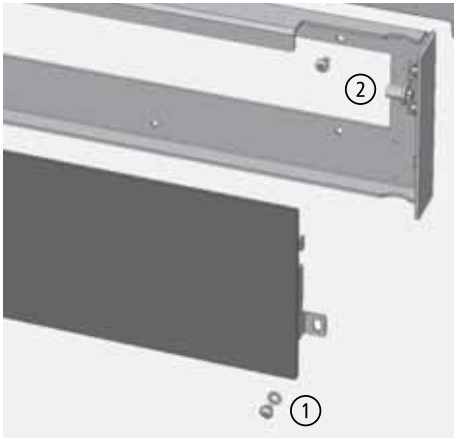

Abb. 2.50 Lösen der Glassegmente vom Frontplatten-Rahmen
- ① Glassegmente lösen - jeweils seitlich zwischen Glasfläche und Rahmen die Schrauben lösen (Innensechskant, 3 mm) (Abb. 2.50),
- ② Glassegmente aushängen - Glassegment im Rahmen ein Stück nach oben schieben und aus den seitlichen Verschlussrollen heben,
- ⑧ Schrauben beider Frontplatten-Rahmen festziehen,
- ⑦ die Glassegmente jeweils in die beiden Verschlussrollen einhängen - beide Verschlussrollen sind einstellbar, um die Glassegmente bei Bedarf in der Höhe auszurichten,
- ⑧ die Glassegmente jeweils mit beiden Schrauben (Innensechskant, 3 mm) sichern (Abb. 2.50).